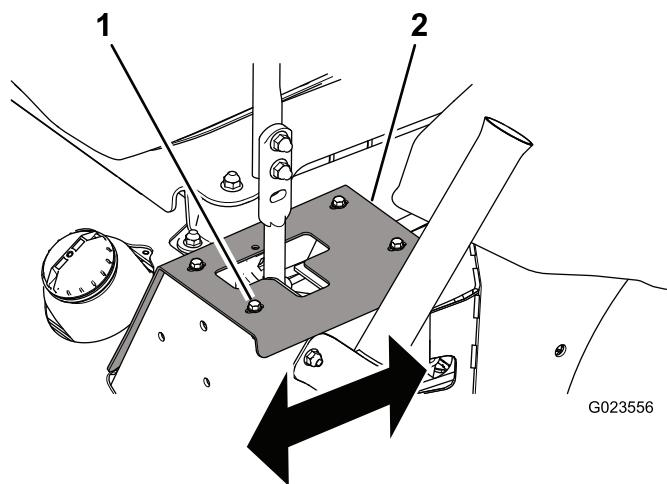

Figura 55
- Se virar para direita, desaperte os parafusos e ajuste a placa do batente esquerdo para trás até a máquina ficar a direito (Figura 55).
- Se virar para esquerda, desaperte os parafusos e ajuste a placa do batente direito para trás até a máquina ficar a direito (Figura 55).
- Aperte os parafusos para fixar placa do batente (Figura 55).